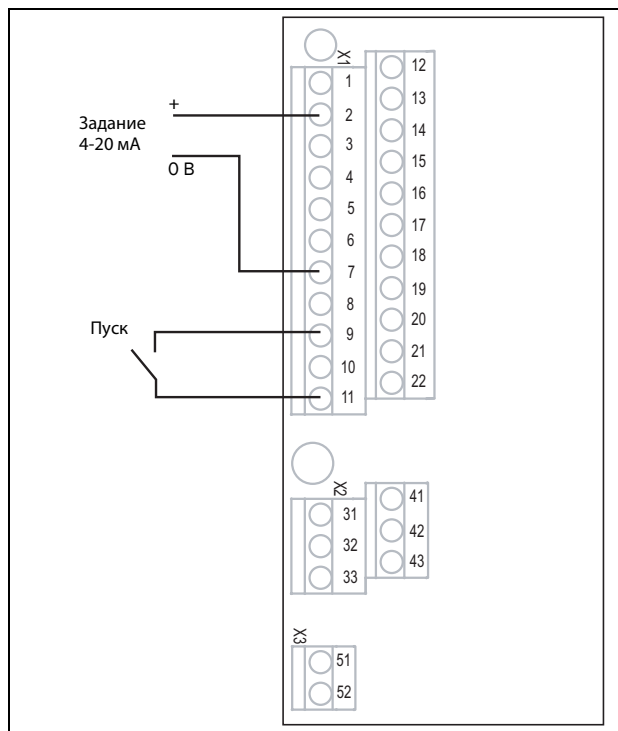

Рис. 68 Подключение
2. Подключите задание к клеммам 7 (Сигнальная земля) и 2 (АнВх 1) согласно Рис. 68 и заданию.
3. Подсоедините внешнюю кнопку запуска между клеммой 11 (+24 VDC) и 9 (ЦфВх2, Пуск вправо) согласно Рис. 68.
15. Подключите цифровые и аналоговые входы/выходы в соответствии с Рис. Рис. 68.